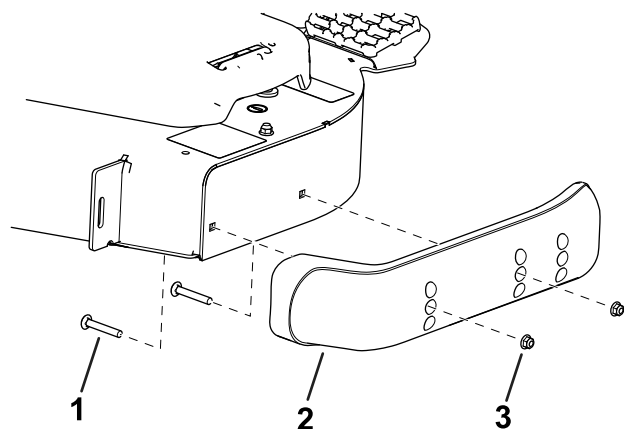

Рисунок 13
- Передвиньте полз в требуемое положение и прикрепите его к режущему блоку с помощью болтов с фланцем и гаек (Рисунок 13).